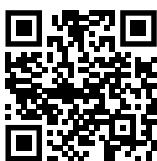

Fig. 121
- Ανοίξτε το Liebherr SmartMonitoring Dashboard. (βλέπε Fig. 121)